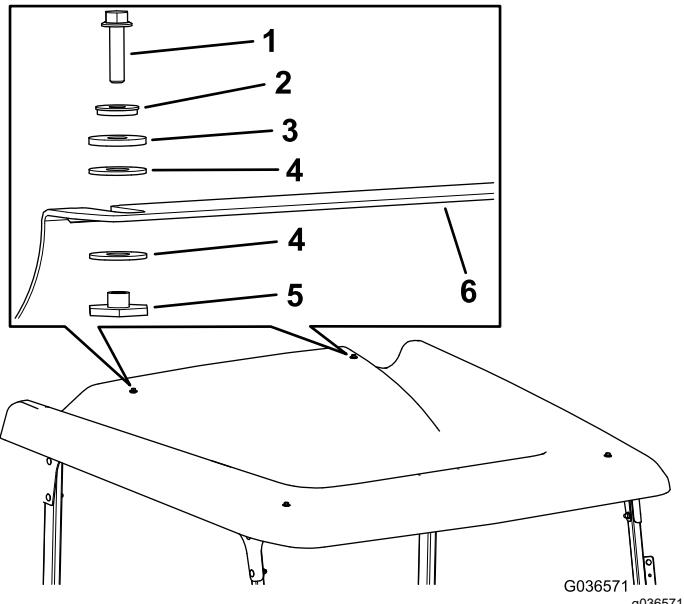

图 65
- 用 2 个六角凸缘螺栓 $\frac{1}{4} \times 1$  英寸、2 个密封垫圈、2 个摩擦垫圈、4 个塑料垫圈和 2 个凸缘轴套将遮阳篷安装到后交联上图 65。